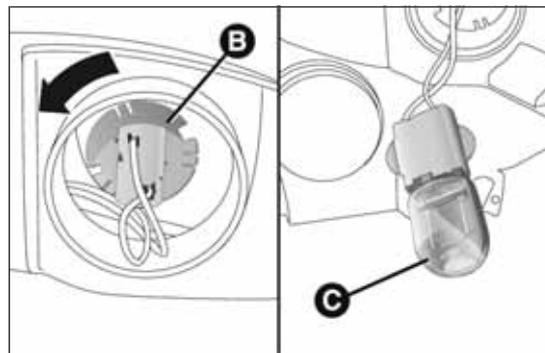

fig. 172
- girar hacia la izquierda el portalámparas B fig. 172, extraer la lámpara C y sustituirla;